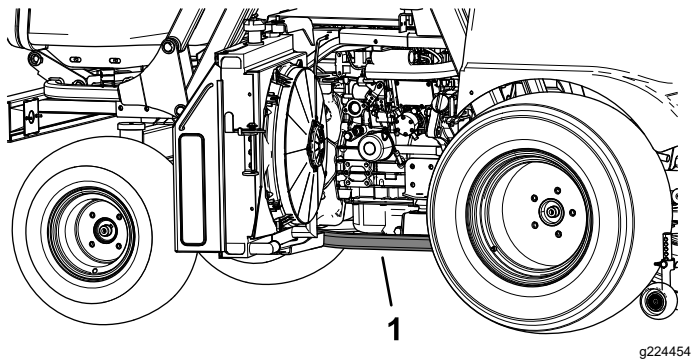
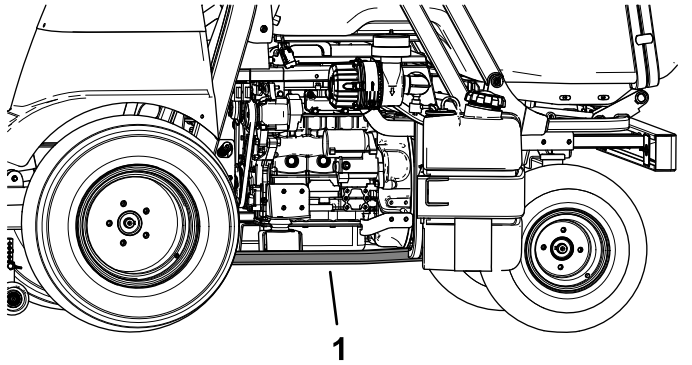

Bild 38
Bild 39
2. Stellen Sie einen Wagenheber unter das Rahmenrohr (Bild 38 und Bild 39), direkt unter das Überrollschutzrohr oder so nahe wie möglich.